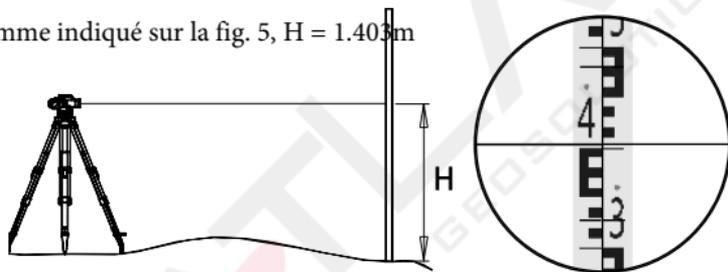

Fig. 5
- Lire les données comme indiqué sur la fig. 5, $H = 1.403\text{m}$